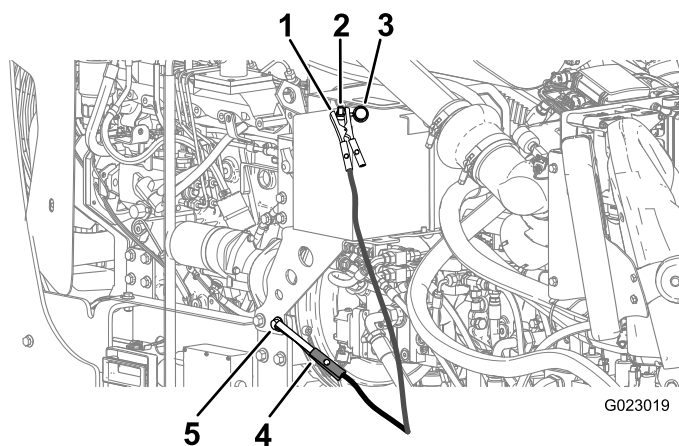

Figure 130
6. Retirez le capuchon de la borne de la batterie déchargée (Figure 130).
7. Branchez le câble de démarrage positif (+) à la borne de démarrage de secours (Figure 130).
8. Connectez le câble de démarrage négatif (-) à un point de masse, comme un boulon non peint ou un élément du châssis (Figure 130).
10. Lorsque le moteur démarre, demandez à l'autre personne de débrancher le câble de démarrage négatif (-) du châssis, puis de débrancher le câble de démarrage positif (+) (Figure 130).